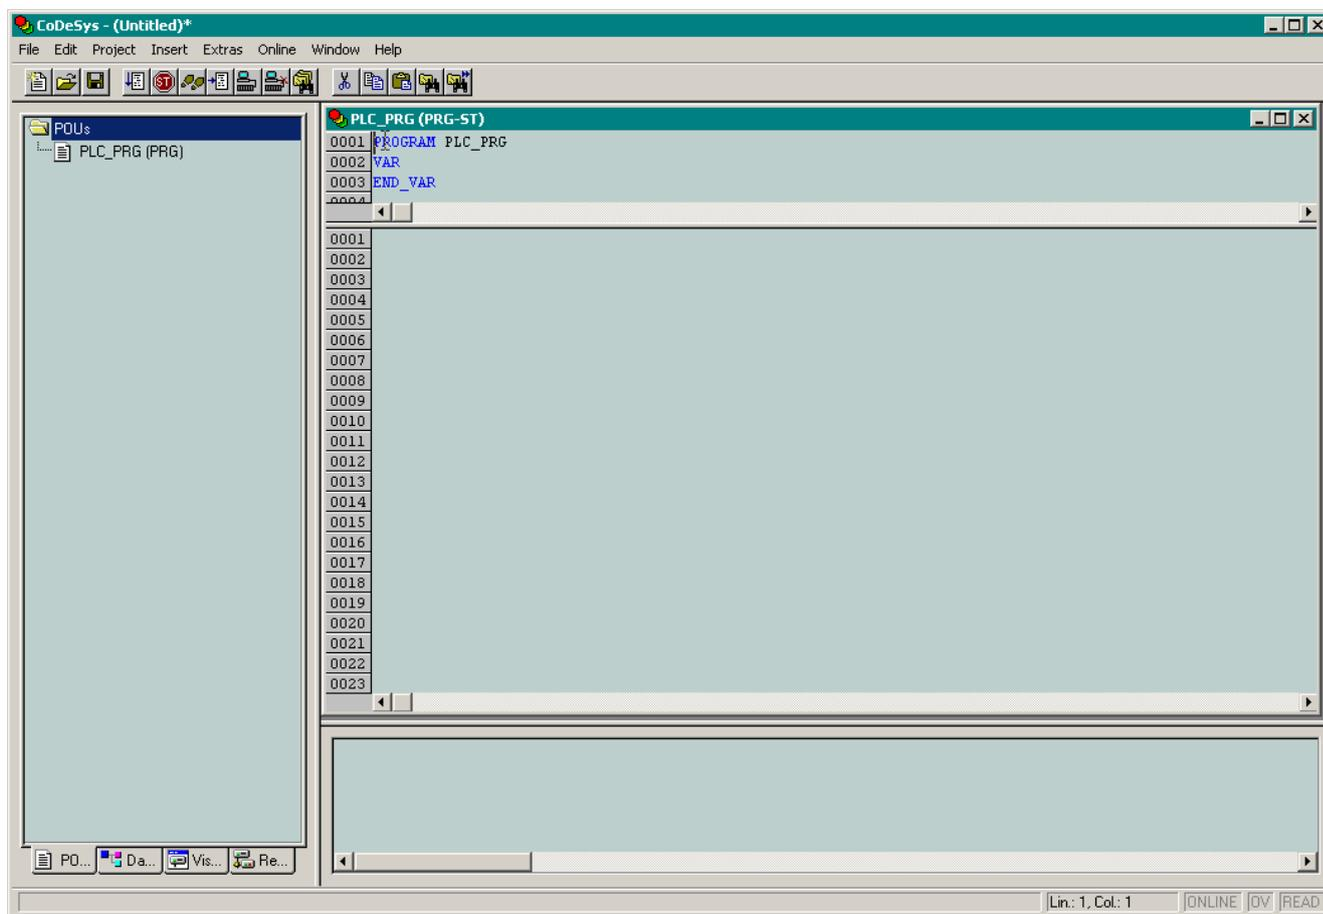

Рис. 89. Внешний вид главного окна CoDeSys после создания проекта
4. Нажмите кнопку **OK** в появившейся диалоговой панели **New POU**. Главное окно среды разработки CoDeSys примет вид, показанный на рис. 89.